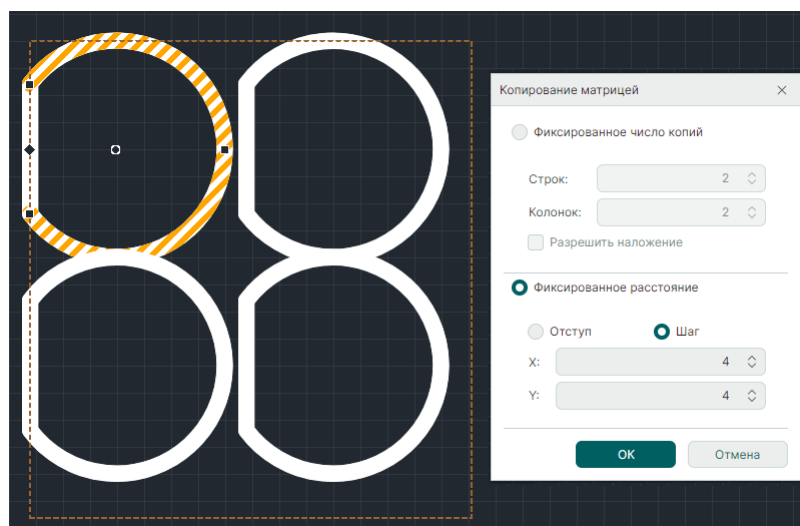

Рис. 548 Фиксированное расстояние. Размещение
- «Фиксированное расстояние», см. Рис. 548.